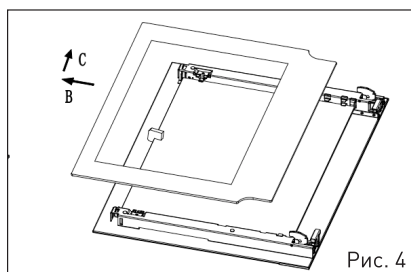

Рис. 4
4. Медленно и аккуратно извлеките внутреннее стекло (Рис. 4).